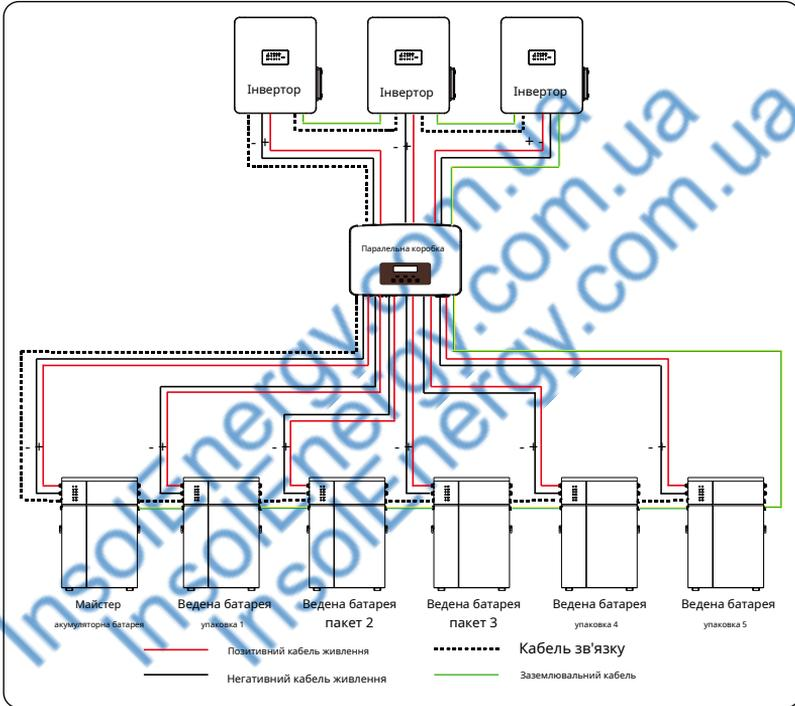

Рисунок 8-1 Схема паралельного з'єднання
- Щоб переглянути схему після завершення підключення, зверніться до "Рисунок 8-1 Схема підключення паралельного з'єднання"